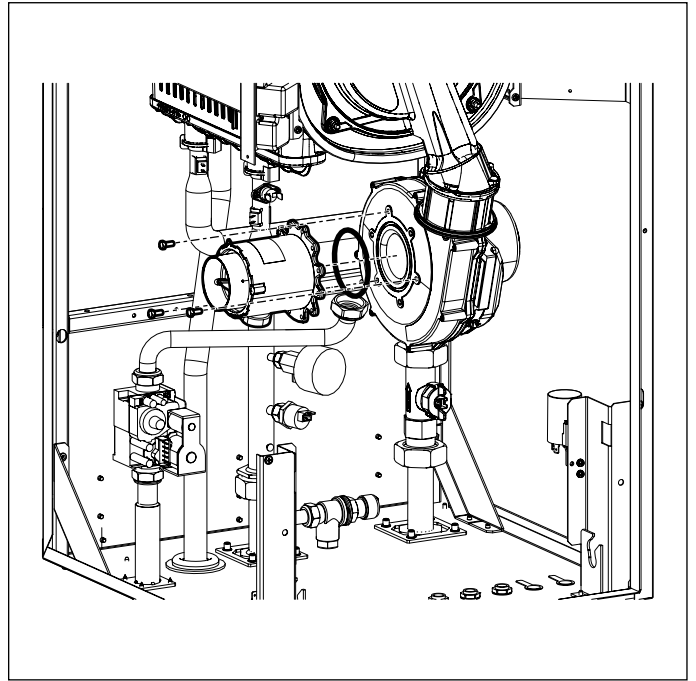

Fig. 38 Mezclador
- Quitar el mezclador desatornillando los tres tornillos Allen (ver Fig. 38 Mezclador).
- Montar el mixer ensamblado al ventilador con los tornillos Allen, teniendo cuidado de reposicionar la junta tórica de estanqueidad entre el mixer y el ventilador (ver Fig. 38 Mezclador).